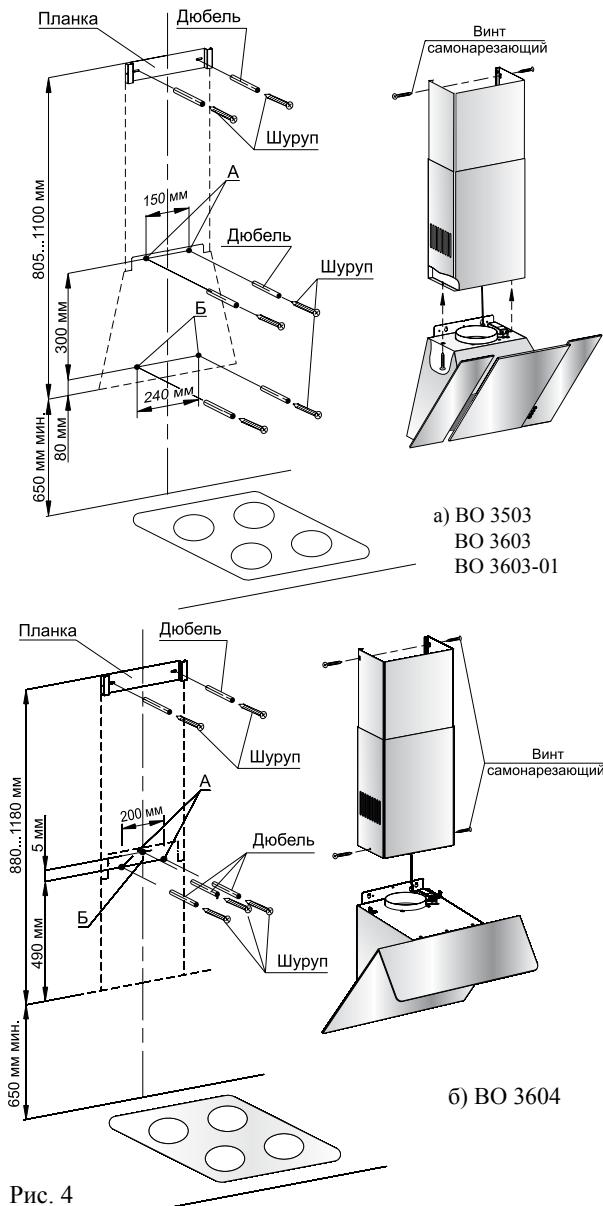

Рис. 4
ВНИМАНИЕ! МИНИМАЛЬНОЕ РАССТОЯНИЕ МЕЖДУ ПЛОСКОСТЬЮ УСТАНОВКИ ПОСУДЫ НА ПЛИТУ (НАГРЕВАТЕЛЬНОЙ ПОВЕРХНОСТЬЮ) И ВОЗДУХООЧИСТИТЕЛЕМ ДОЛЖНО БЫТЬ 65 см – ВО 3503, ВО 3603, ВО 3604; 75 см – ВО 3606. ВОЗДУХООЧИСТИТЕЛЬ КРЕПИТЬ НА РОВНУЮ ПОВЕРХНОСТЬ (РИС. 4).
- 6.3 С учетом установочной высоты и центральной линии разметьте на стене отверстия (А и Б) (рис.4).
- 6.4 Просверлите отверстия диаметром 8 мм: А на глубину 70 мм, Б на глубину 50 мм, рис.4.
- 6.5 В отверстия вставьте дюбели согласно рис.4. и по отверстиям А заверните не до упора два шурупа, на которые навесьте воздухоочиститель со снятыми фильтрами.
Рис. 4 в)